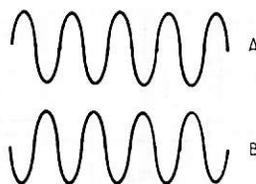

Figure 11
À la figure 11, on montre en (A) un signal sinusoïdal à 1 kHz, dépassant de 20 dB le seuil de limitation. En (B), on voit que le signal de sortie est peu déformé.